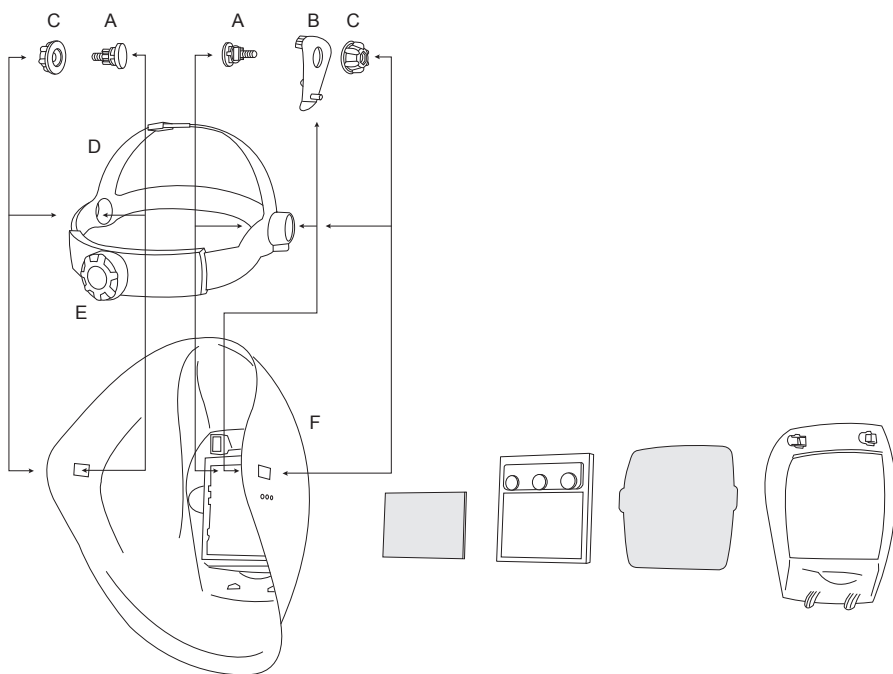

Figura 1
1. Inserire le viti (A) attraverso le aperture nel copricapo (D).
2. Inserire il copricapo (D) nella maschera (F) come mostrato in figura 1 e premere le viti (A) attraverso l'apertura rettangolare nella maschera.
3. Collocare il regolatore dell'inclinazione (B) sul lato destro fra la vite (A) e la maschera (F). Assicurarsi che il piccolo perno si inserisca e blocchi in uno dei tre fori presenti nella maschera. Scegliere il foro adatto per garantire il massimo comfort.
4. Stringere i dadi (C) sulle viti (A). Prima di stringerli completamente, con l'aiuto delle aperture rettangolari, che permettono di muovere il copricapo avanti e indietro, collocare il copricapo alla distanza più comoda dal filtro.
5. Il copricapo (D) può essere regolato adattandolo alla misura della testa ruotando la manopola posteriore (E). Premere la manopola e contemporaneamente ruotarla. Raggiunta la posizione desiderata, rilasciare la manopola e il copricapo sarà impostato nella posizione desiderata.